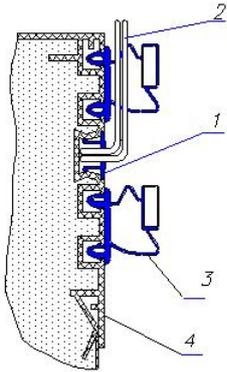
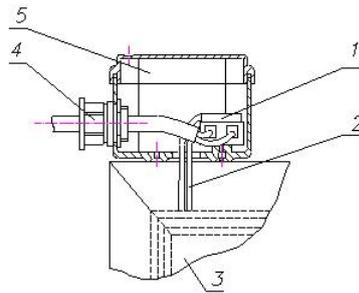
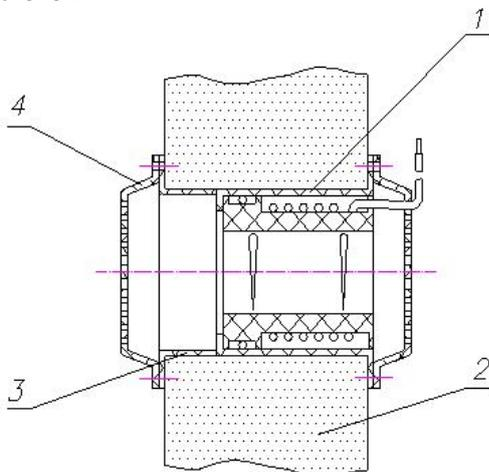

Abbildung 4 Montage der PEN Tür
Abb.5 Anschluss der PEN Tür
Abbildung 6 Montage des Kompensationsventils
Bei der Montage des Kammertyps KHN ein ESP (elektrischer Heizdraht), Tür (Abbildung 4, Abbildung 5) und ein Kompensationsventil (Abbildung 6), die als Option mitgeliefert werden, installieren.
- Das Profil Position 1 (Abbildung 4) entfernen, in einem Nutprofil der PEN-Tür (Position 4), die Drähte durch die Löcher in Profil Position 1 und Position 3 führen und mit den Terminals der Anschlussdose verbinden. 5 (Abb. 5)
Beim Einbau des Ventils in die Ausgleichsseite der Bohrung mit 65 mm \varnothing . Montage nach den in Abbildung 6 beschriebenen Anweisungen. Die Abdeckung auf der Oberseite der Leiste gegenüber dem Monoblock nicht drehen.